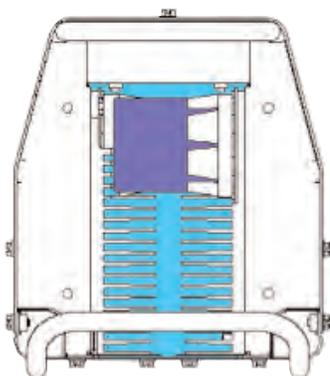

Figure 4
2. Retirer les quatre vis qui maintiennent le panneau des événements arrière puis ôter le panneau pour laisser apparaître les dissipateurs du tunnel de refroidissement. (Voir la Figure 4 ci-dessous):